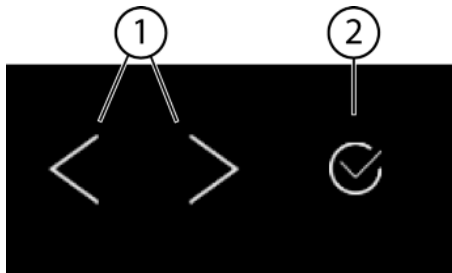
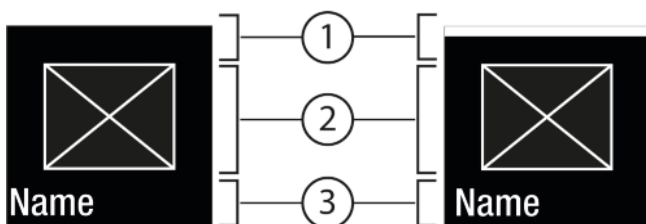
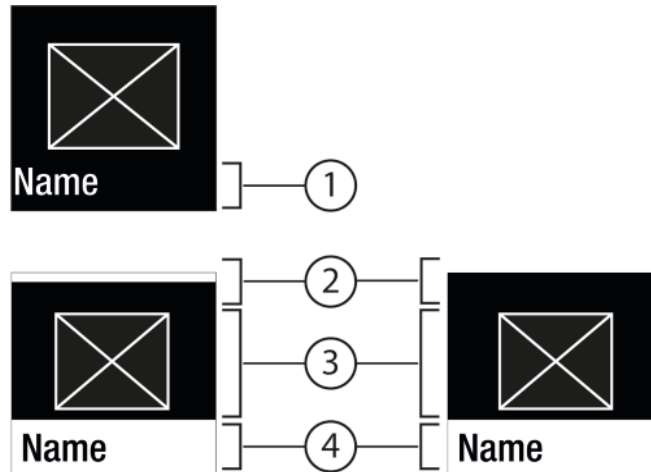

Fig. 5
Fig. 6
Fig. 7
- (1) Navigationspfeil links / rechts      (2) Bestätigen
### Navigationspfeil links / rechts Fig. 5 (1):
### Bestätigen Fig. 5 (2):
- Mit Navigationspfeil links / rechts Fig. 5 (1) navigieren.
- Mit Bestätigen Fig. 5 (2) die Funktion / Einstellung aktivieren Fig. 6 (1) / deaktivieren Fig. 6 (1).
- Mit Bestätigen Fig. 5 (2) das Untermenü Fig. 7 (4) aufrufen.
- Neuen Wert einstellen: Mit Bestätigen Fig. 5 (2) einen deaktivierten Wert Fig. 6 (1) auswählen.
- Zurück ins Menü: Mit Bestätigen Fig. 5 (2) den bereits aktivierten Wert Fig. 6 (2) auswählen.
- ▶ Navigationspfeile *Fig. 5 (1)* so oft drücken bis Funktion angezeigt wird.
- ▶ Bestätigen *Fig. 5 (2)* drücken.
- ▶ Navigationspfeile *Fig. 5 (1)* so oft drücken bis die Funktion angezeigt wird.
- ▶ Mit Navigationspfeile *Fig. 5 (1)* Einstellung-Wert wählen.
- ▷ Status: aktiviert *Fig. 6 (1)* erscheint kurz im Untermenü *Fig. 7 (4)*.
- ▶ Navigationspfeile *Fig. 5 (1)* so oft drücken bis Einstellungen angezeigt wird.
- ▶ Navigationspfeile *Fig. 5 (1)* so oft drücken bis die gewünschte Einstellung angezeigt wird.
- ▶ Bestätigen *Fig. 5 (2)* 3 Sekunden lang drücken.